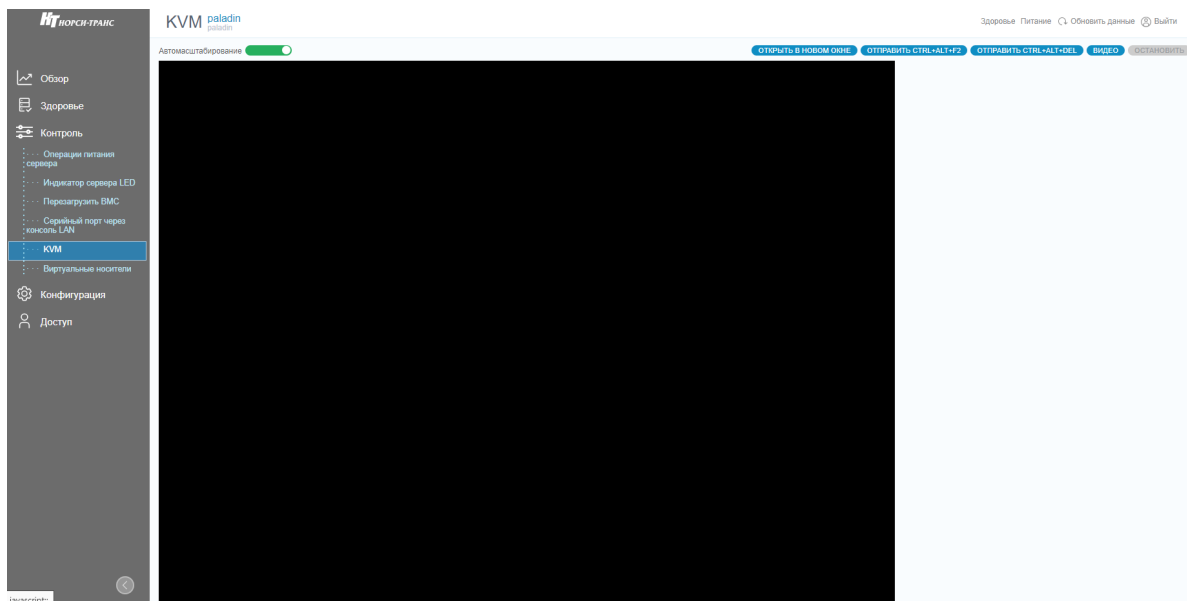

Рис. 72. Окно «KVM»
- 6) Пройдите во вкладку «Контроль» → «KVM» в данной вкладке осуществляется удаленное управление BIOS. Окно показано на рис. 72 Окно «KVM».